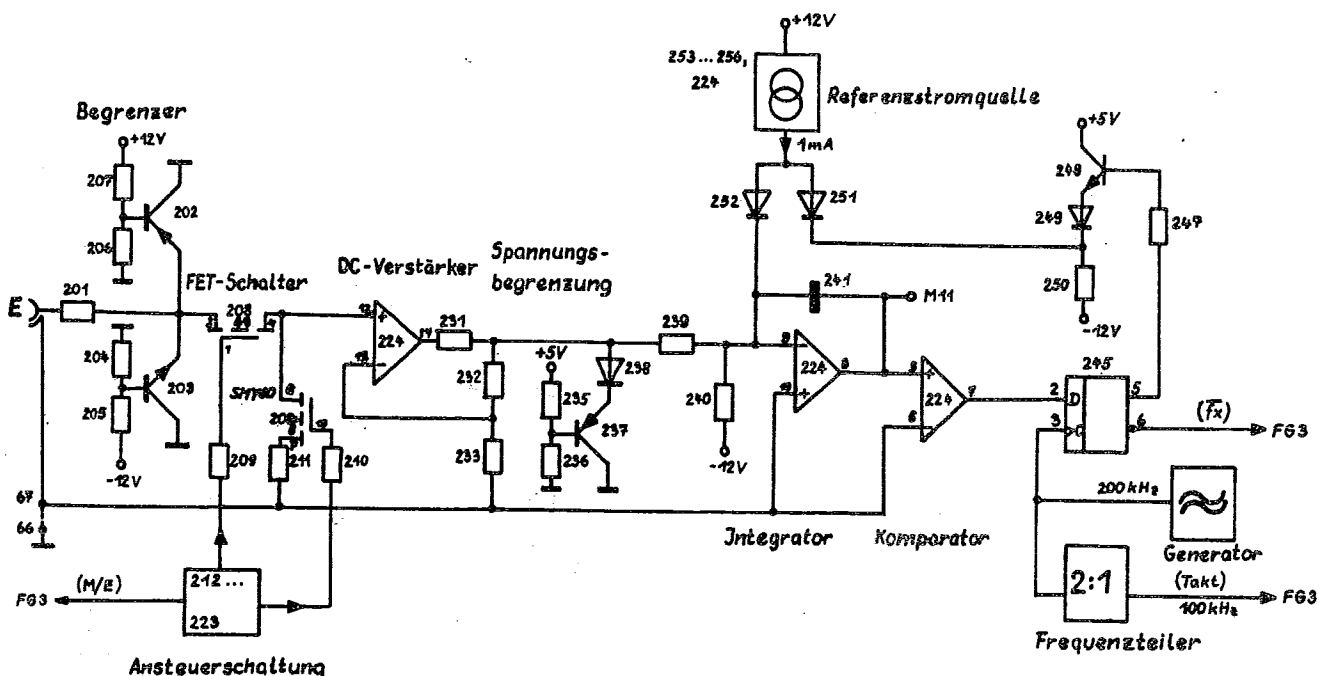

Bild 6
1.2. A/D-WANDLER (FG2) (Bild 6)